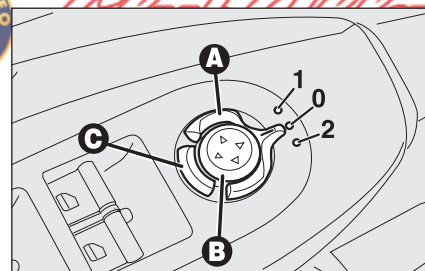

fig. 39
Selezionare, mediante il dispositivo **A**-fig. 39, lo specchio desiderato:
In caso di necessità (per esempio quando l'ingombro dello specchio crea difficoltà in un passaggio stretto) è possibile ripiegare gli specchi premendo il pulsante **C-fig. 39**.
Per riportare gli specchi in posizione di marcia premere nuovamente il pulsante **C-fig. 39**.
- ☐ ruotare il selettore **A-fig. 39** in posizione **2** (selezione specchio lato passeggero);
Procedere come segue: inserire la chiave elettronica nel dispositivo di avviamento; inserire la retromarcia; ruotare il selettore **A-fig. 39** in posizione **2** (selezione specchio lato passeggero).
Lo specchio tornerà automaticamente nella posizione iniziale dopo circa 10 secondi dal disinnesto della retromarcia, immediatamente dopo il superamento dei 10 km/h con marcia avanti oppure ruotando il selettore **A-fig. 39** in posizione **0**.